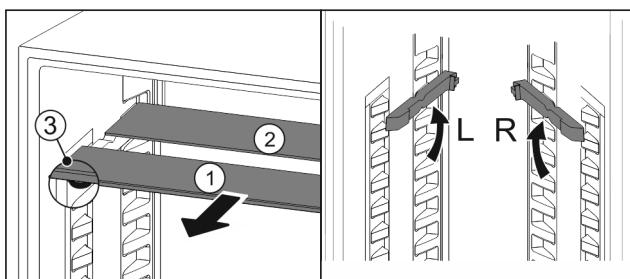

Fig. 114
- Пусните Fig. 114 (1) скляну панель вперед.
- Скляна панель Fig. 114 (1) з декоративною планкою лежить спереду.
- Стопори Fig. 114 (3) показують вниз.